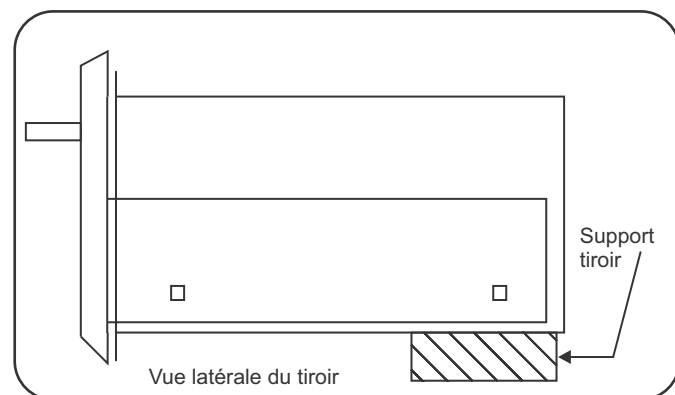

Figure 2 – Support tiroir
**NOTE** : Il est recommandé de déposer l'arrière de l'encadrement du tiroir sur une surface plane sécuritaire. Cela permettra de supporter le poids du tiroir et de son contenu. La surface doit être plus haute de 1/8 po que la découpe avant de l'ouverture. Le tiroir sera ainsi au bon niveau. Voir Figure 2.